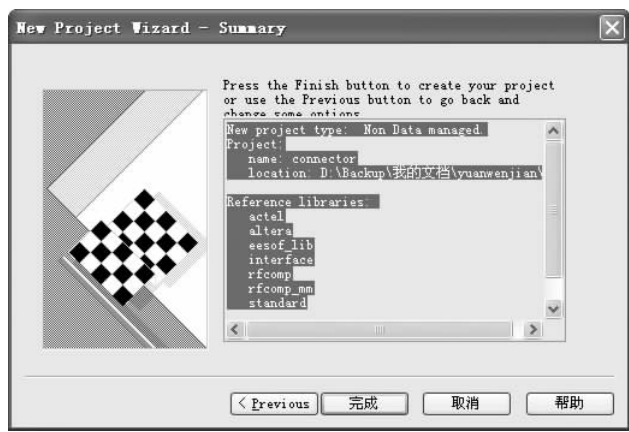

图2-107 “New Project Wizard – Summary”对话框
5. 单击 **下一步(N) >** 按钮，弹出“New Project Wizard – Summary”对话框，如图2-107所示。此对话框显示项目的名称和路径等内容。